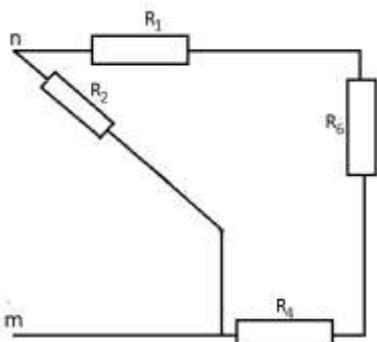

Рис. 131
1.5.2. Определим R_{Γ} . Обрываем ветвь с источником тока, закорачиваем источник E_2 . Получаем схему рис. 131.